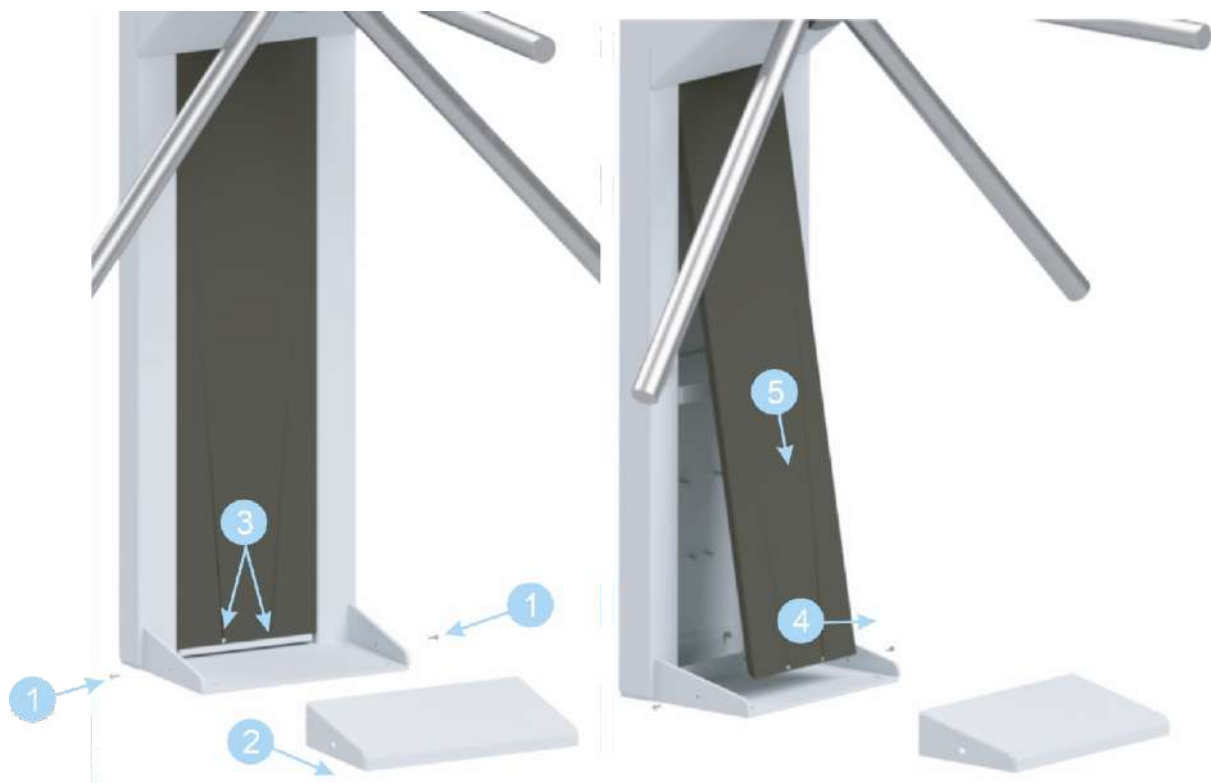

Рисунок 7.4.2 - Разборка кожухов турникета «STR-01»
- 1 Получить доступ к монтажному основанию и контроллеру управления турникетом, для этого необходимо выполнить следующие действия (см. рисунок 7.4.2):